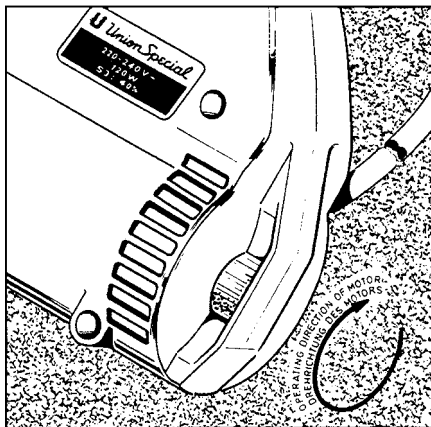
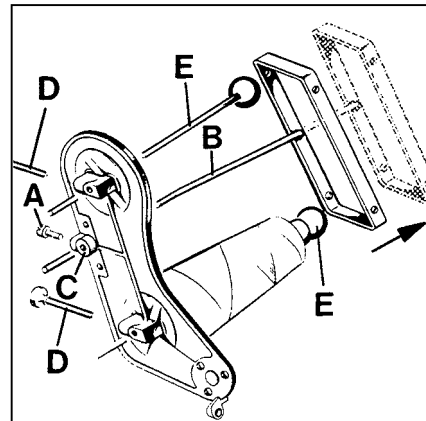
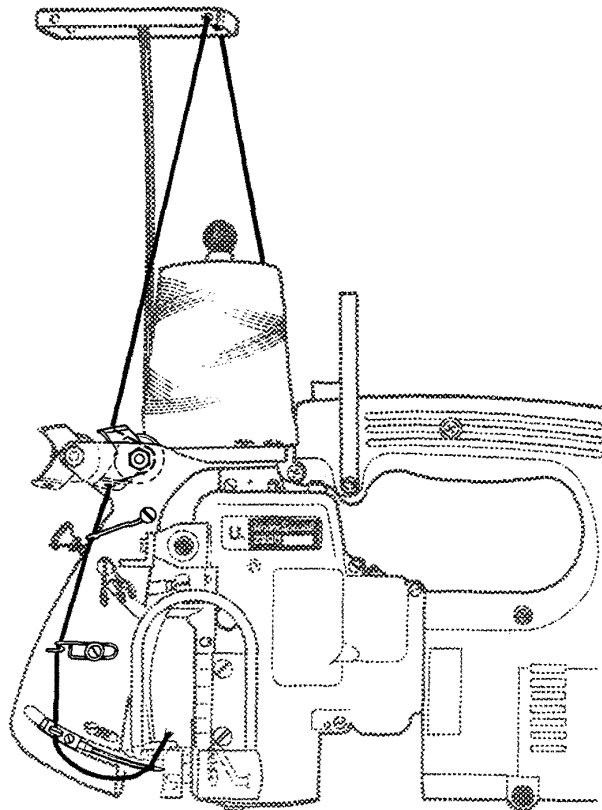

Fig.2
Fig.3
Fig.4
Check by turning the motor handwheel in operating direction (see Fig. 2) if the machine works. A slight resistance will be felt as the feed dog rises. Loosen screw (A, Fig. 3) and set thread rod (B) so that its lower end is flush with the underside of thread cone support (C). Retighten screw (A).
Prüfen Sie durch Drehen des Motor-Handrades in Drehrichtung (siehe Fig. 2), ob die Maschine arbeitet. Beim Hochgehen des Transporteurs wird ein leichter Widerstand spürbar.
Lösen Sie die Schraube (A, Fig. 3), und stellen Sie die Fadenstange (B) so, daß ihr unteres Ende mit der Unterseite des Garnrollenträgers (C) bündig ist. Ziehen Sie die Schraube (A) wieder an. Prüfen Sie die Einfädung der Maschine. Beachten Sie die Einfädanleitung Fig. 4 und den Abschnitt "EINFÄDELN".
Loosen thumb screw(s) (D, Fig. 3) in the thread cone support, pull out the spool pin(s) (E) and remove the empty thread cone(s).
Thread the machine as shown in Fig. 4.
For threading the looper (double locked stitch machines only) open the hinged cover (A, Fig. 4) and turn motor handwheel in operating direction until the needle is in its lowest position below the throat plate. Reclose hinged cover (A) after threading.
The tension (L, Figs. 4 and 13) controls the looper thread and the tension (N) controls the needle thread. Only a slight tension should be applied on the looper thread. The tension applied on the needle thread depends upon the size of the thread and the thickness of the fabric to be sewn and has to be regulated till the machine sews and chains off perfectly.
The presser foot pressure is regulated with the knurled regulating screw (B, Fig. 4).
Lösen Sie die Rändelschraube(n) (D, Fig. 3) im Garnrollenträger, ziehen Sie den (die) Spulennstift(en) heraus und entfernen Sie die leere(n) Garnrolle(n).
Fädeln Sie die Maschine wie in Fig. 4 gezeigt ein.
Zum Einfädeln des Greifers (nur bei Doppelkettenstichmaschinen) öffnen Sie die Verschußklappe (A, Fig. 4) und drehen am Motor-Handrad in Drehrichtung bis die Nadel in der tiefsten Stellung unter der Stichplatte ist.
Die Spannung (L, Fig. 4 und 13) reguliert den Greiferfaden und die Spannung (N) den Nadelfaden.
Der Drückerfußdruck wird mit der gerändelten Stellschraube (B, Fig. 4) reguliert.
Loosen the screw (D, Fig. 4) for the needle and draw out the needle. Insert the shank of the new needle as far as it will go into the needle seat and with the flat on the shank facing to the front.
Lösen Sie die Schraube (D, Fig. 4) für die Nadel und ziehen Sie die Nadel heraus. Stecken Sie den Kolben der neuen Nadel bis zum Anschlag in den Nadelsitz und so, daß die Fläche am Kolben nach vorne zeigt.